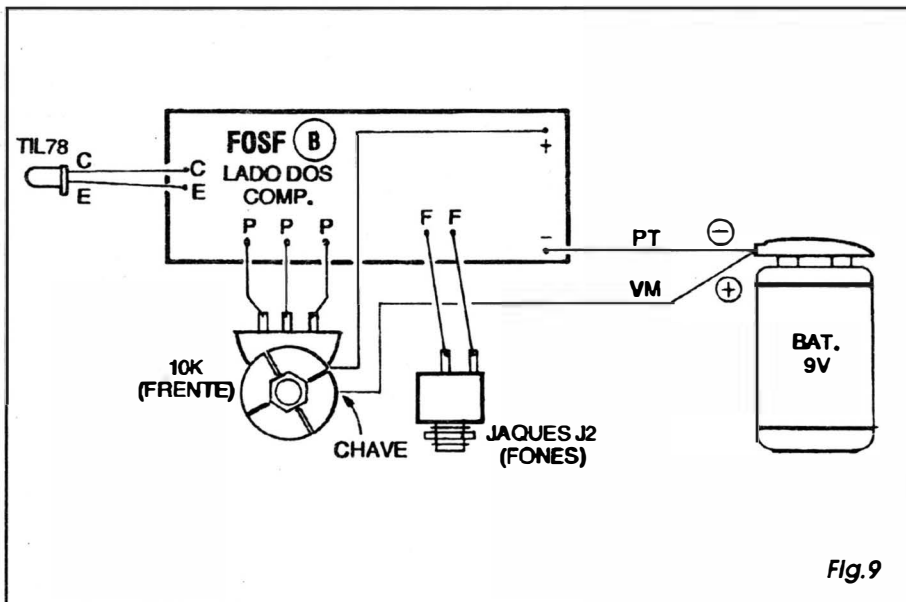

Fig.9
- FIG. 9 - CONEXÕES EXTERNAS À PLACA (RECEPTOR -B) - Agora é vista a plaquinha do RECEPTOR do FOSF, também pela sua face não cobreada, com ênfase para as ligações externas e periféricas... Atenção à identificação dos terminais de **coletor** (C) e **emissor** (E) do foto-transistor, com relação aos respectivos pontos de conexão à placa... Observar ainda que embora o TIL78 seja mostrado *deitado* (apenas para efeito de facilitar a interpretação e identificação das ligações...) sobre a placa, na verdade o componente deve ficar *em pé*, perpendicular à placa, podendo suas *pernas* serem um pouco encurtadas na inserção/soldagem, de modo a adequar as dimensões às medidas do *container* (explicações mais adiante, junto à FIG. 11). Quanto ao potenciômetro, notar que as conexões são mostradas (aos pontos P-P-P) com o componente visto pela frente (olhando-se a peça pelo eixo...). As ligações ao jaque J2 (estéreo ou mono - ver detalhamentos na FIG. 11) não são polarizadas, uma vez que a saída em contra-fase do circuito em ponte, interno ao integrado TDA7052 não inclui um referencial de *terra* convencional... Atenção também à polaridade da alimentação, sempre lembrando que o **cabinho vermelho** proveniente do *clip* da bateria corresponde ao **positivo**, enquanto que o fio **preto** refere-se ao **negativo**... A chave interruptora incorporada à traseira do potenciômetro deve ser eletricamente intercalada no cabo do positivo (**vermelho**).